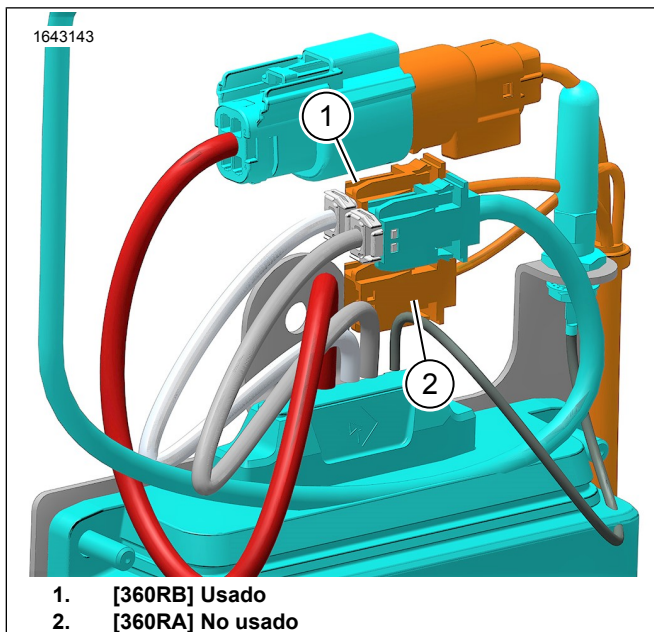

Figura 6. Altavoz [360RA] y [360RB]
*Figura 6 El conector del altavoz [360RA] solo se usa para aplicaciones de altavoces Tour-Pak o de partes inferiores del fuselaje. Seguirá desconectado para la aplicación de los altavoces de la alforja.*